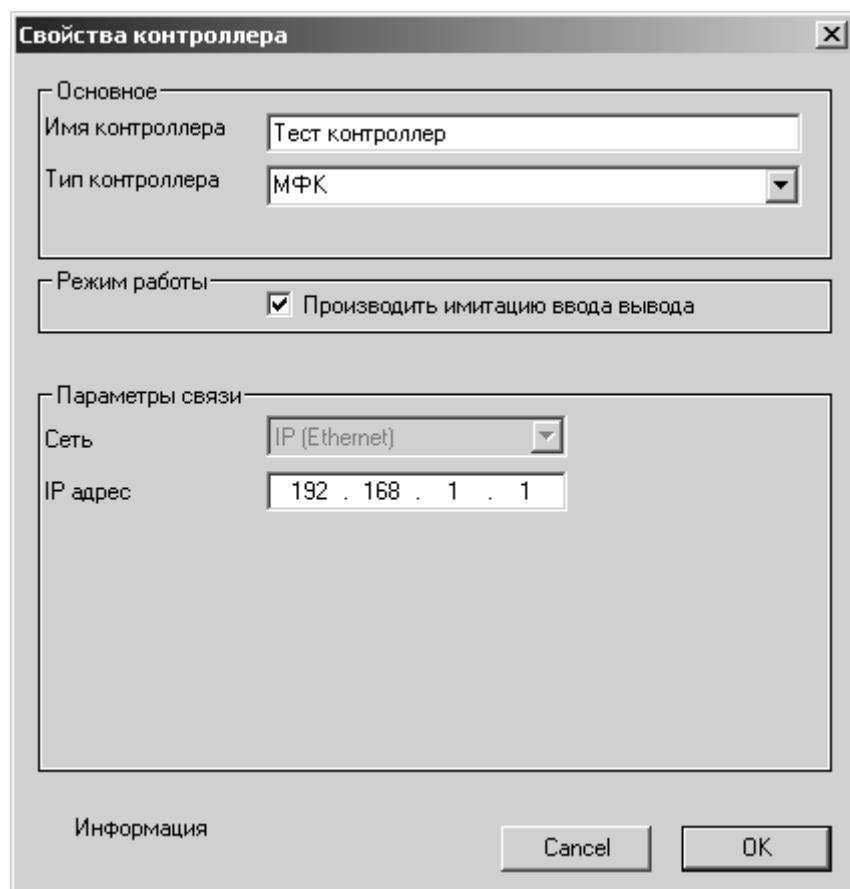

Рисунок 4.2 - Окно добавления контроллера
- а) выбрать пункт меню «**Пространство имён/Добавить/Новый контроллер**» ( на панели инструментов). Появится окно (см. Рисунок 4.2);